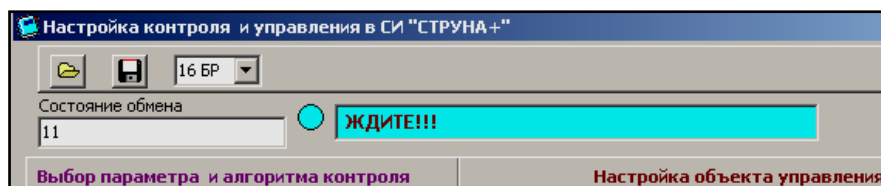

Рисунок 4.16
4.8.3 Нажать на кнопку «3п в БР». В результате на верхнем табло появится надпись «ЖДИТЕ!!!» (рисунок 4.16). Время записи зависит от количества каналов настройки.
4.9.2 Нажать на кнопку «Чт из БР». В результате на верхнем табло появится надпись «ЖДИТЕ!!!» (рисунок 4.16). Время чтения зависит от количества каналов настройки.